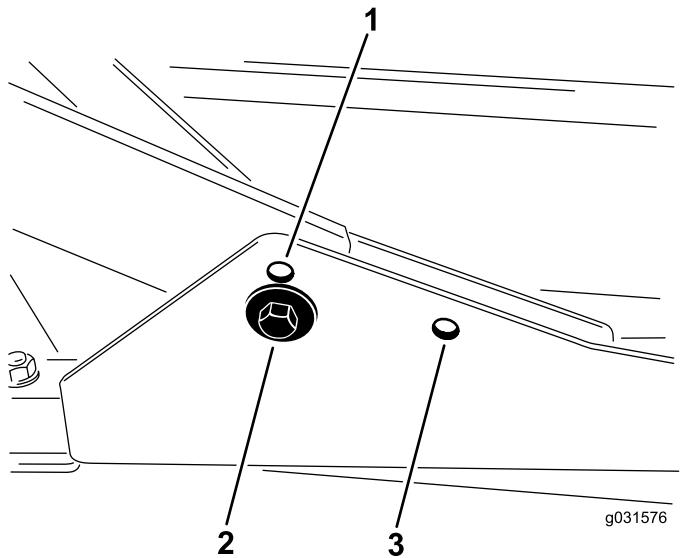

Figure 16
1. Pour les hauteurs de coupe entre 2 et 7,6 cm, montez les bâts porteurs avant dans les trous inférieurs avant (Figure 16).
2. Pour les hauteurs de coupe entre 6,3 et 10 cm, montez les bâts porteurs avant dans les trous supérieurs avant (Figure 16).
Quelle que soit la hauteur de coupe, l'unité de coupe arrière doit être montée dans les trous de montage arrière (Figure 16).